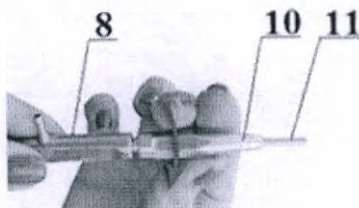

Рисунок 15—Снятие со световода насадки и фиксатора насадок
10.2.3 Удерживая одной рукой тройник 8 (смотри рисунок 15), отверните фиксатор насадок 10 на один – полтора оборота, выньте из световода насадку 11, а затем полностью вывинтите фиксатор насадок и снимите его.